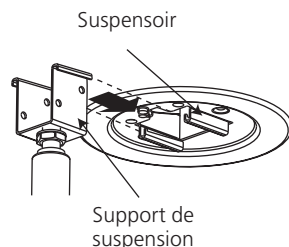
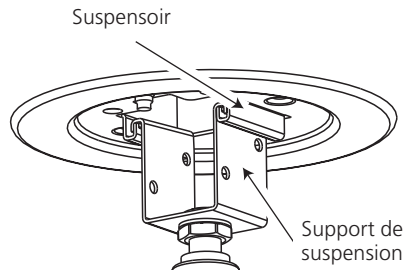

Figure 8c - Alignement du support de suspension et du suspensoir
Figure 8d - Support de suspension complètement inséré dans le suspensoir.
4. Alignez le support de suspension et le suspensoir comme indiqué à la figure 8c. Faites glisser le support de suspension dans le suspensoir jusqu'à ce qu'il soit complètement inséré comme indiqué à la figure 8d.